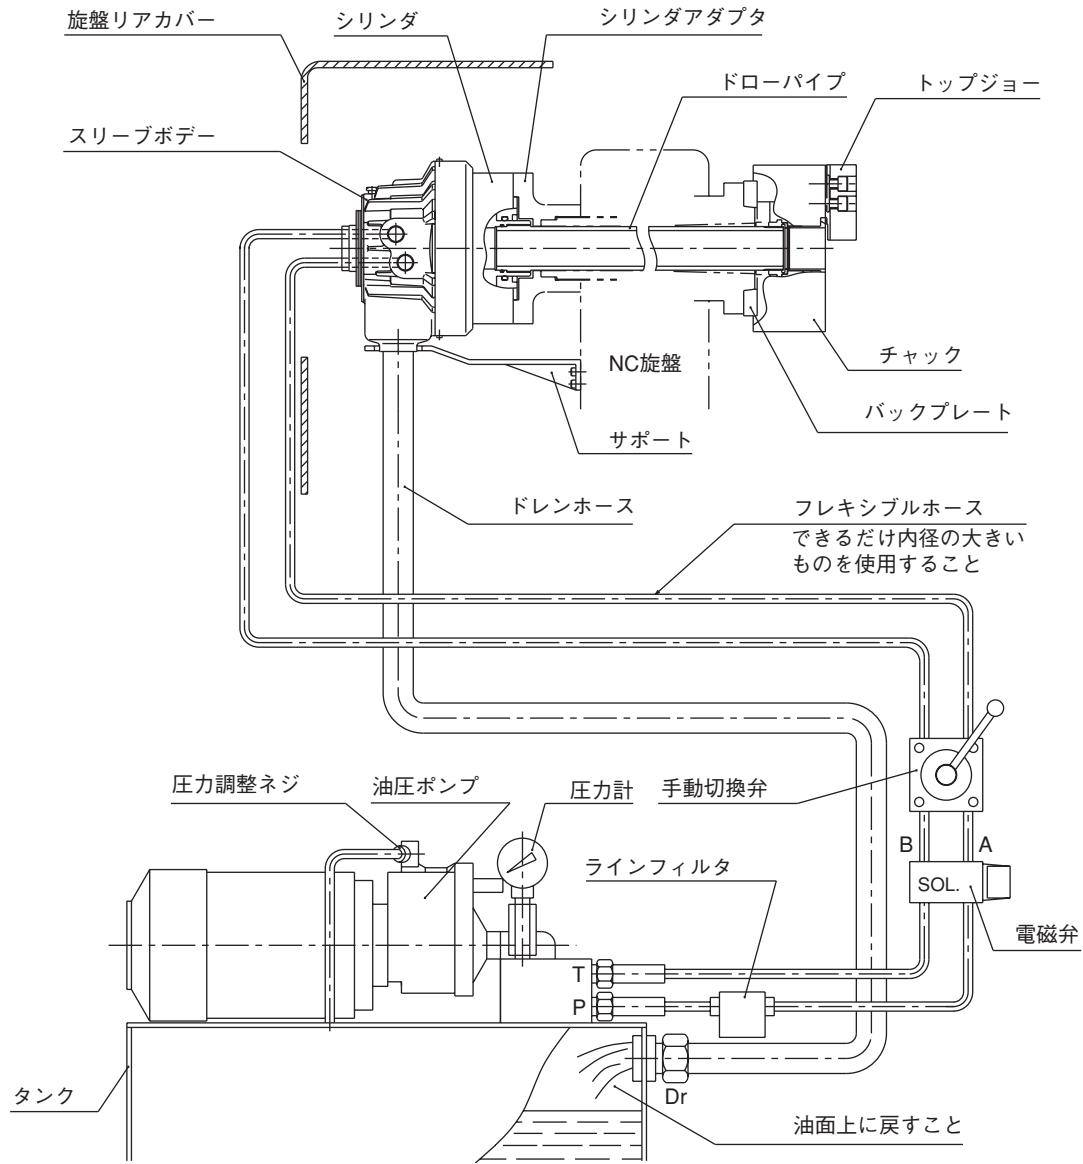

図 8
- ・ドレンは必ず油圧ユニットの油面上に戻すこと。（図8参照）